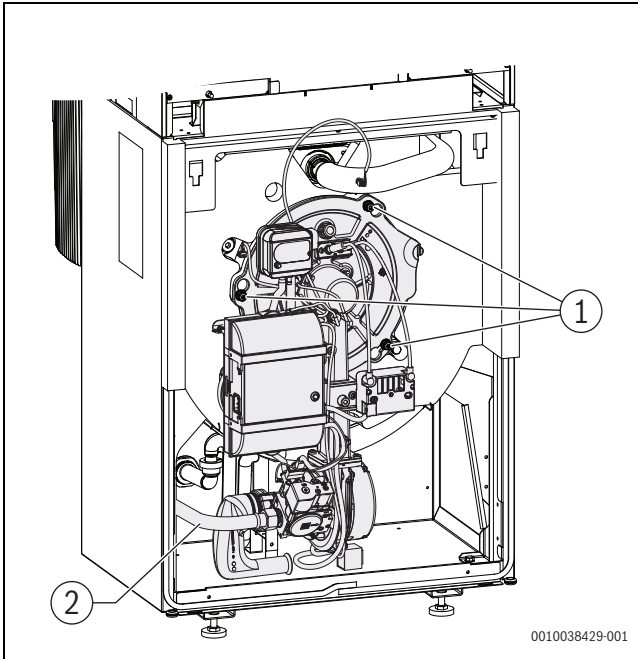

Bild 16 Befestigungsmuttern anziehen (dargestellt mit montiertem Gasanschlussrohr)
- ▶ Befestigungsmuttern mit einem Drehmoment von 11 Nm anziehen (→Bild 16, [1]).